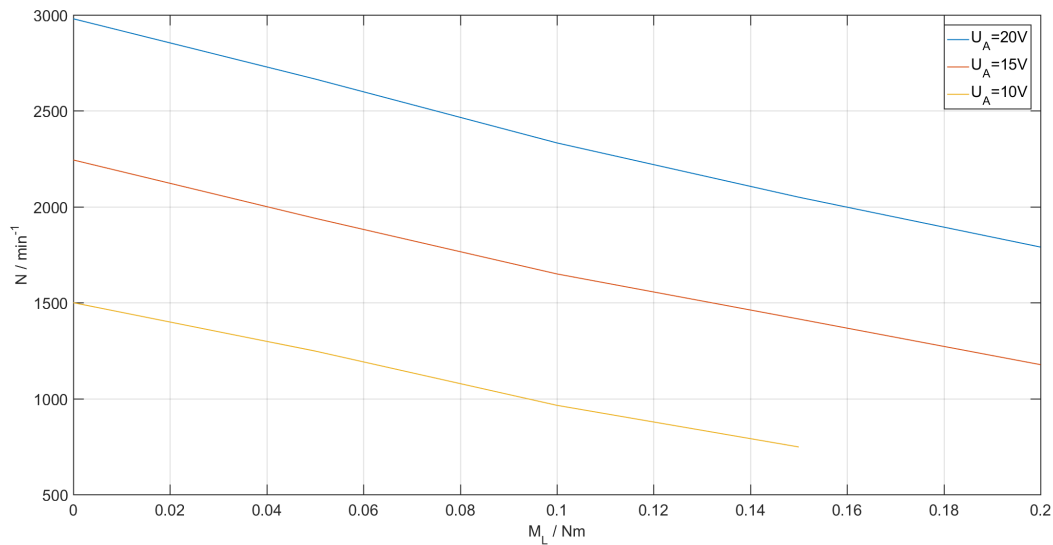

Abbildung 5.1: Drehzahl-Drehmomentkennlinie
a) In Abbildung 5.1 werden die Drehzahlen des BLDCs bei den Ankerspannungen $U_A = 20\text{V}$, $U_A = 15\text{V}$ und $U_A = 10\text{V}$ in Abhängigkeit des Lastdrehmoments dargestellt.
b) In Abb. 5.1 erkennt man, dass es bei einer Ankerspannung von 10V nicht möglich ist, ein Drehmoment von 0.2Nm zu erreichen. Dies rührt daher, dass der BLDC einen DC-Motor antreibt, welcher generatorisch wirkt und somit eine Spannung erzeugt. Diese verursacht einen Stromfluss durch einen veränderlichen ohmschen Widerstand, dessen Größe durch den Laststrom-Regler angepasst werden kann. Bei 10V hat der BLDC eine bestimmte Drehzahl, somit kann nur eine bestimmte Spannung am Generator erzeugt werden. Der größtmögliche Strom am DC-Motor und damit auch das maximal erreichbare Lastmoment wird nach dem ohmschen Gesetz durch die Größe des Widerstands begrenzt. Selbst wenn dieser den kleinsten möglichen Wert annimmt, wird lediglich ein Strom von ca. 3A und das entsprechende Drehmoment von ungefähr 0,15Nm erzeugt.